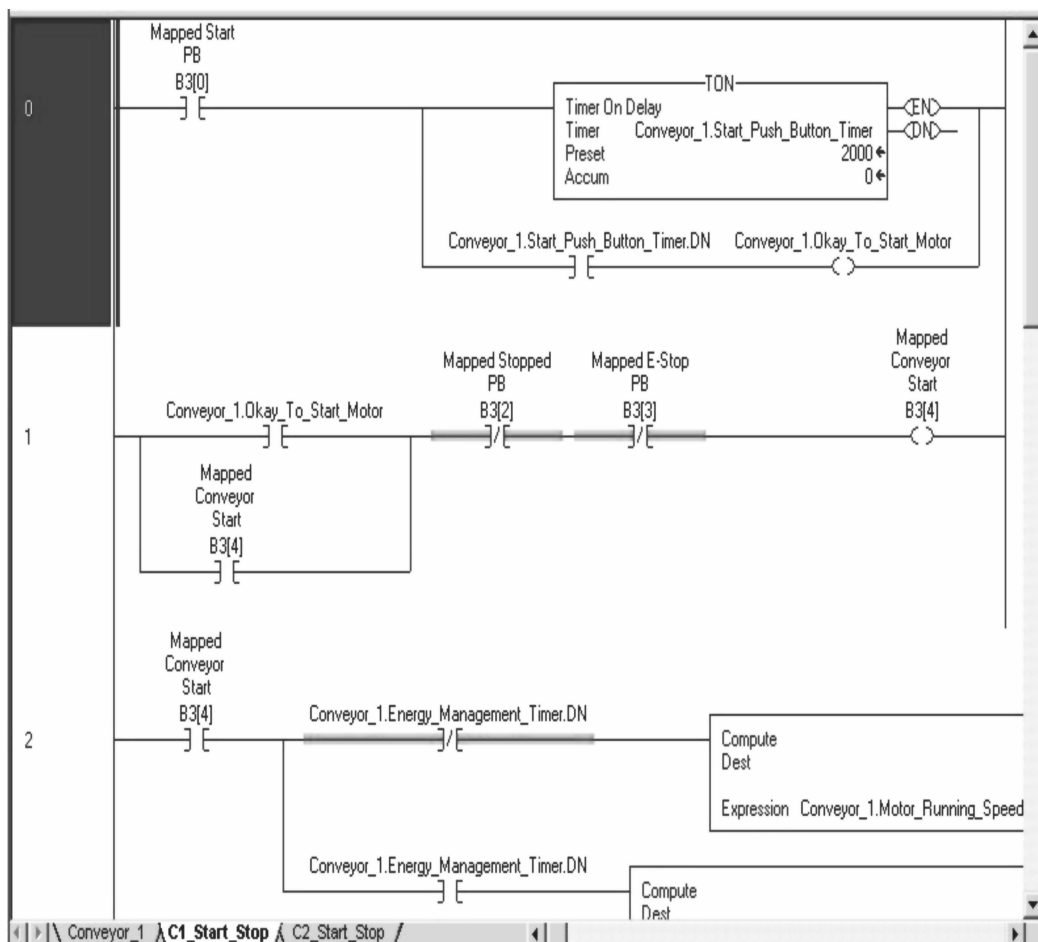

图 9-18 更新后的例程梯形图
9. 现在显示的是梯形图文件 C1_Start_Stop, 如图 9-18 所示。可看到传送带 1 的寻址方式使用的是 UDT。如图 9-19 所示, 代码现在可以自文档化, 而且标签名称可描述其具体的意义。无需再像传统 PLC 中一样添加地址描述。代码中仍有一些较早样式的地址, 将稍后处理它们。